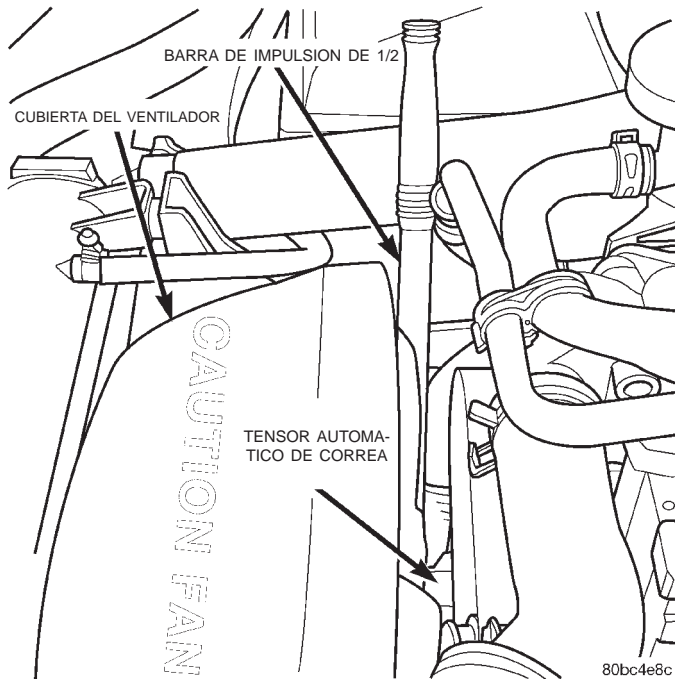

Fig. 6 Instalación de la correa de transmisión de accesorios
(4) Instale la correa de transmisión de accesorios (Fig. 6). Consulte los procedimientos en el grupo 7, Sistema de refrigeración.
(5) Conecte el cable negativo de la batería.